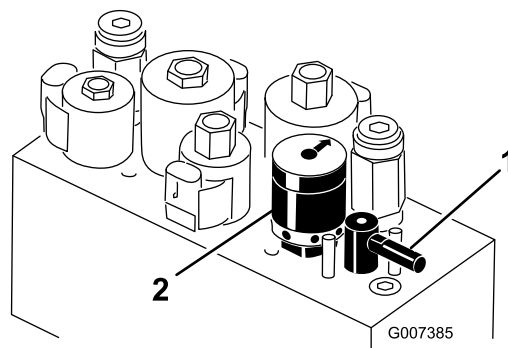

図 28
4. リールの速度を設定するには、ノブ 図 28を回して、ノブの矢印を、所定の番号に合わせます。